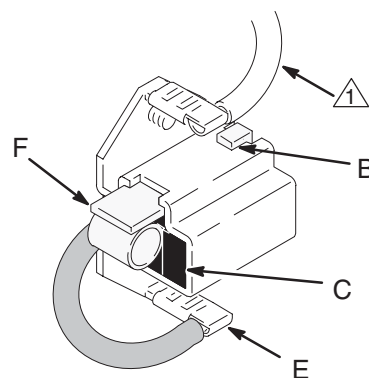

Fig. 6 03881
- Fig. 6. Montér de nye motorkul (F) med ledning i kulholderen (C).
- Fig. 6. Montér fjederklemmen (A). Tryk ned for at anbringe kroge (B) i kulholderen (C).